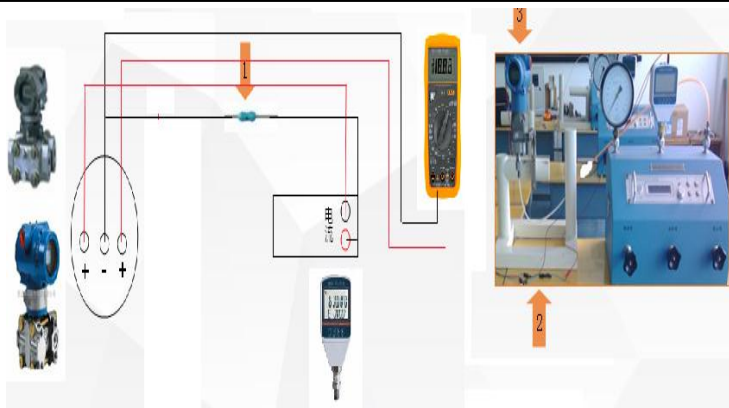

图 10 校验仪电路连接
(1) 用万用表找出 250 欧电阻，并按图 10 进行电路连接
(2) 测量电流